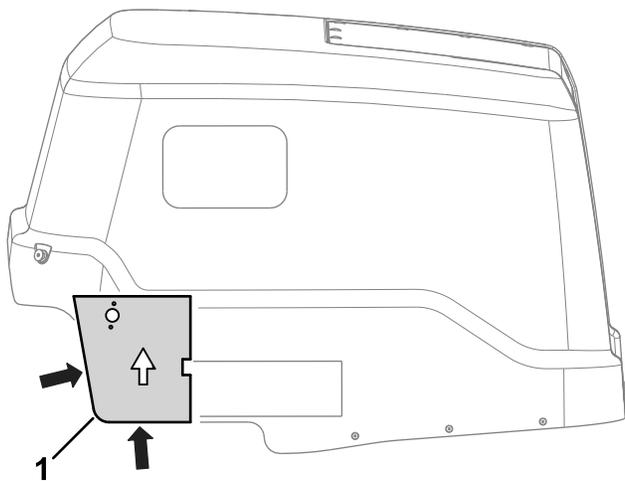

Figura 1
2. Allineate il modello sul lato sinistro del cofano, come illustrato nella Figura 1.